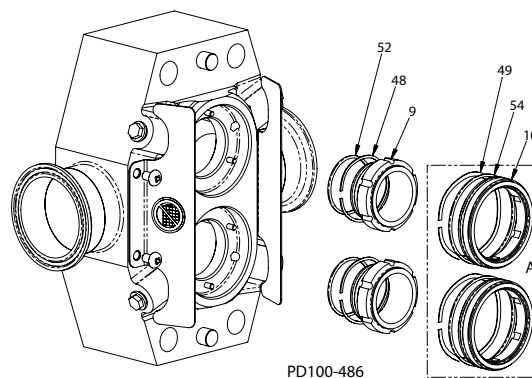

Figure 35 - Retirez les joints
3. Retirez le joint interne (Figure 35, objet 9) et l'élastique ondulé (objet 48). Retirez le joint torique (objet 52) du joint interne et contrôlez-le. Remplacez comme requis.
4. Sur les pompes équipées de garnitures mécaniques doubles (Figure 35, encart A), retirez le joint externe (objet 10) et l'élastique ondulé (objet 49). Retirez le joint torique (objet 54) du joint externe et contrôlez-le. Remplacez comme requis.